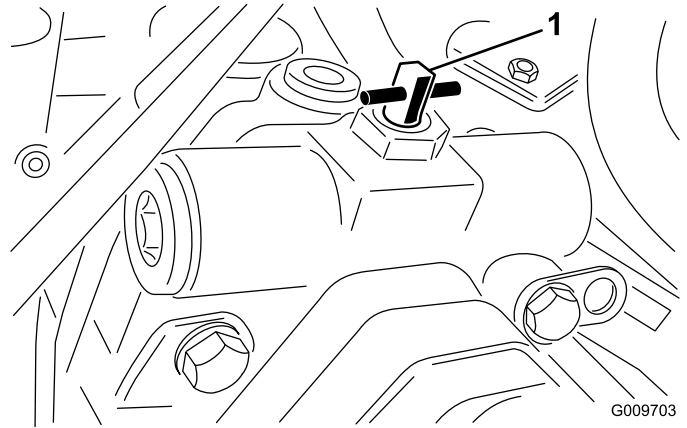

Figura 41
2. Rode a válvula de derivação 90° (1/4 de volta) em qualquer direcção, para permitir a passagem interna do óleo (Figura 41). Depois de o fluido passar a máquina pode ser deslocada lentamente sem danificar a transmissão. Observe a posição da válvula quando a abrir ou fechar.